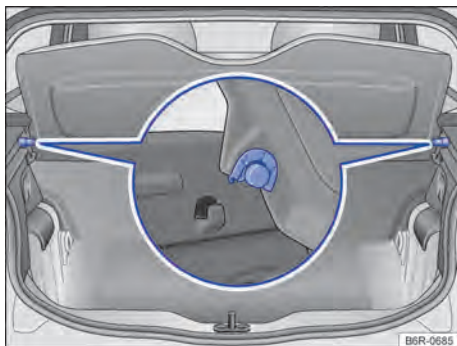

Fig. 63 No compartimento de bagagem: remover e instalar a cobertura do compartimento de bagagem.
- Retirar a cobertura do compartimento de bagagem dos suportes laterais por cima → Fig. 63.
- Pressionar a cobertura do compartimento de bagagem nos suportes laterais para baixo → Fig. 63.